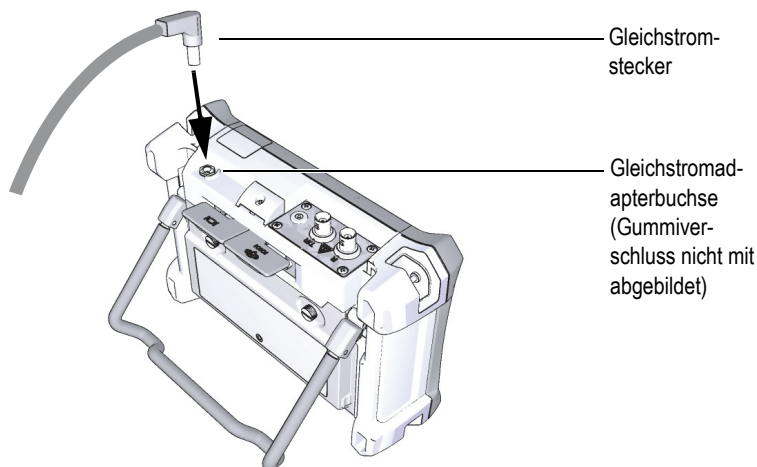

Abbildung 1-9 Anschluss des Gleichstromsteckers
3. Das Gleichstromkabel des Ladegeräts in die Adapterbuchse einstecken (siehe Abbildung 1-9 auf Seite 31).